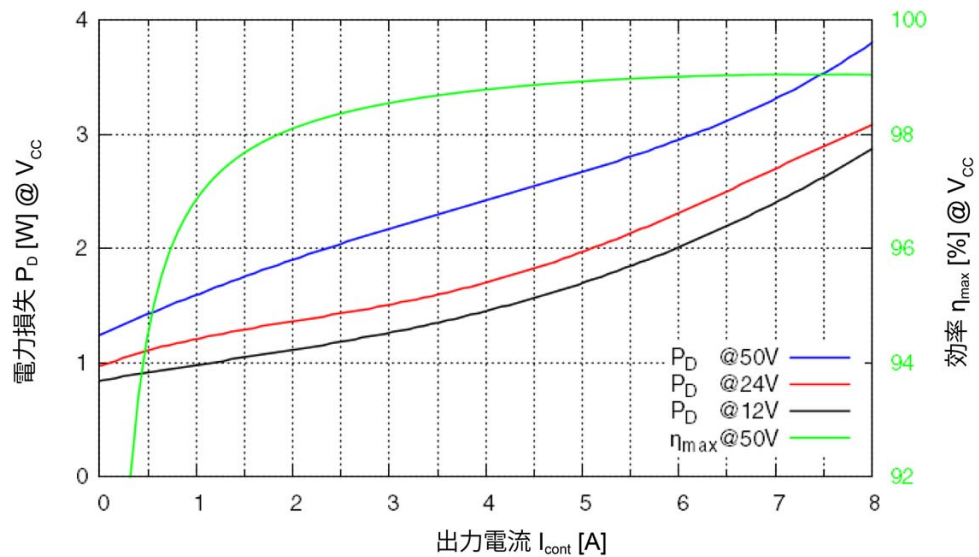

図 2-1 損失電力と効率
拡張高さ *1)	Mod□le 50/8: +45 ~ +85 °C Mod□le 50/8 HE: +65 ~ +92 °C ディレーティング → 図 2-1
2) → 図 2-1